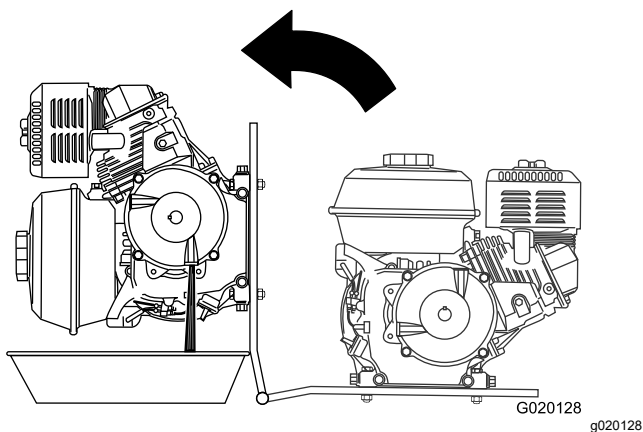

Figura 60
8. Coloque un recipiente junto a la bisagra de la chapa del motor (Figura 60).
9. Gire el motor sobre la bisagra de la chapa del motor, y vacíe el aceite de la caja reductora (Figura 60).